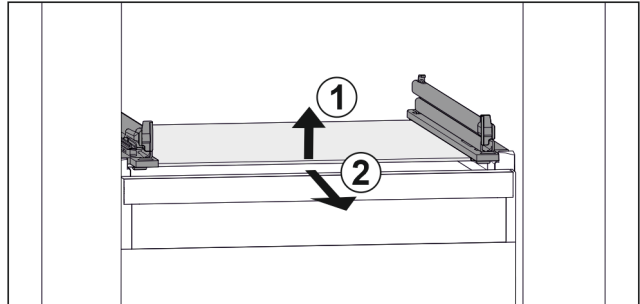

Fig. 41 Примерное отображение стеклянной пластины
- ▶ Приподнимите стеклянную пластину спереди. Fig. 41 (1)
- ▶ Извлеките стеклянную пластину движением вперед. Fig. 41 (2)